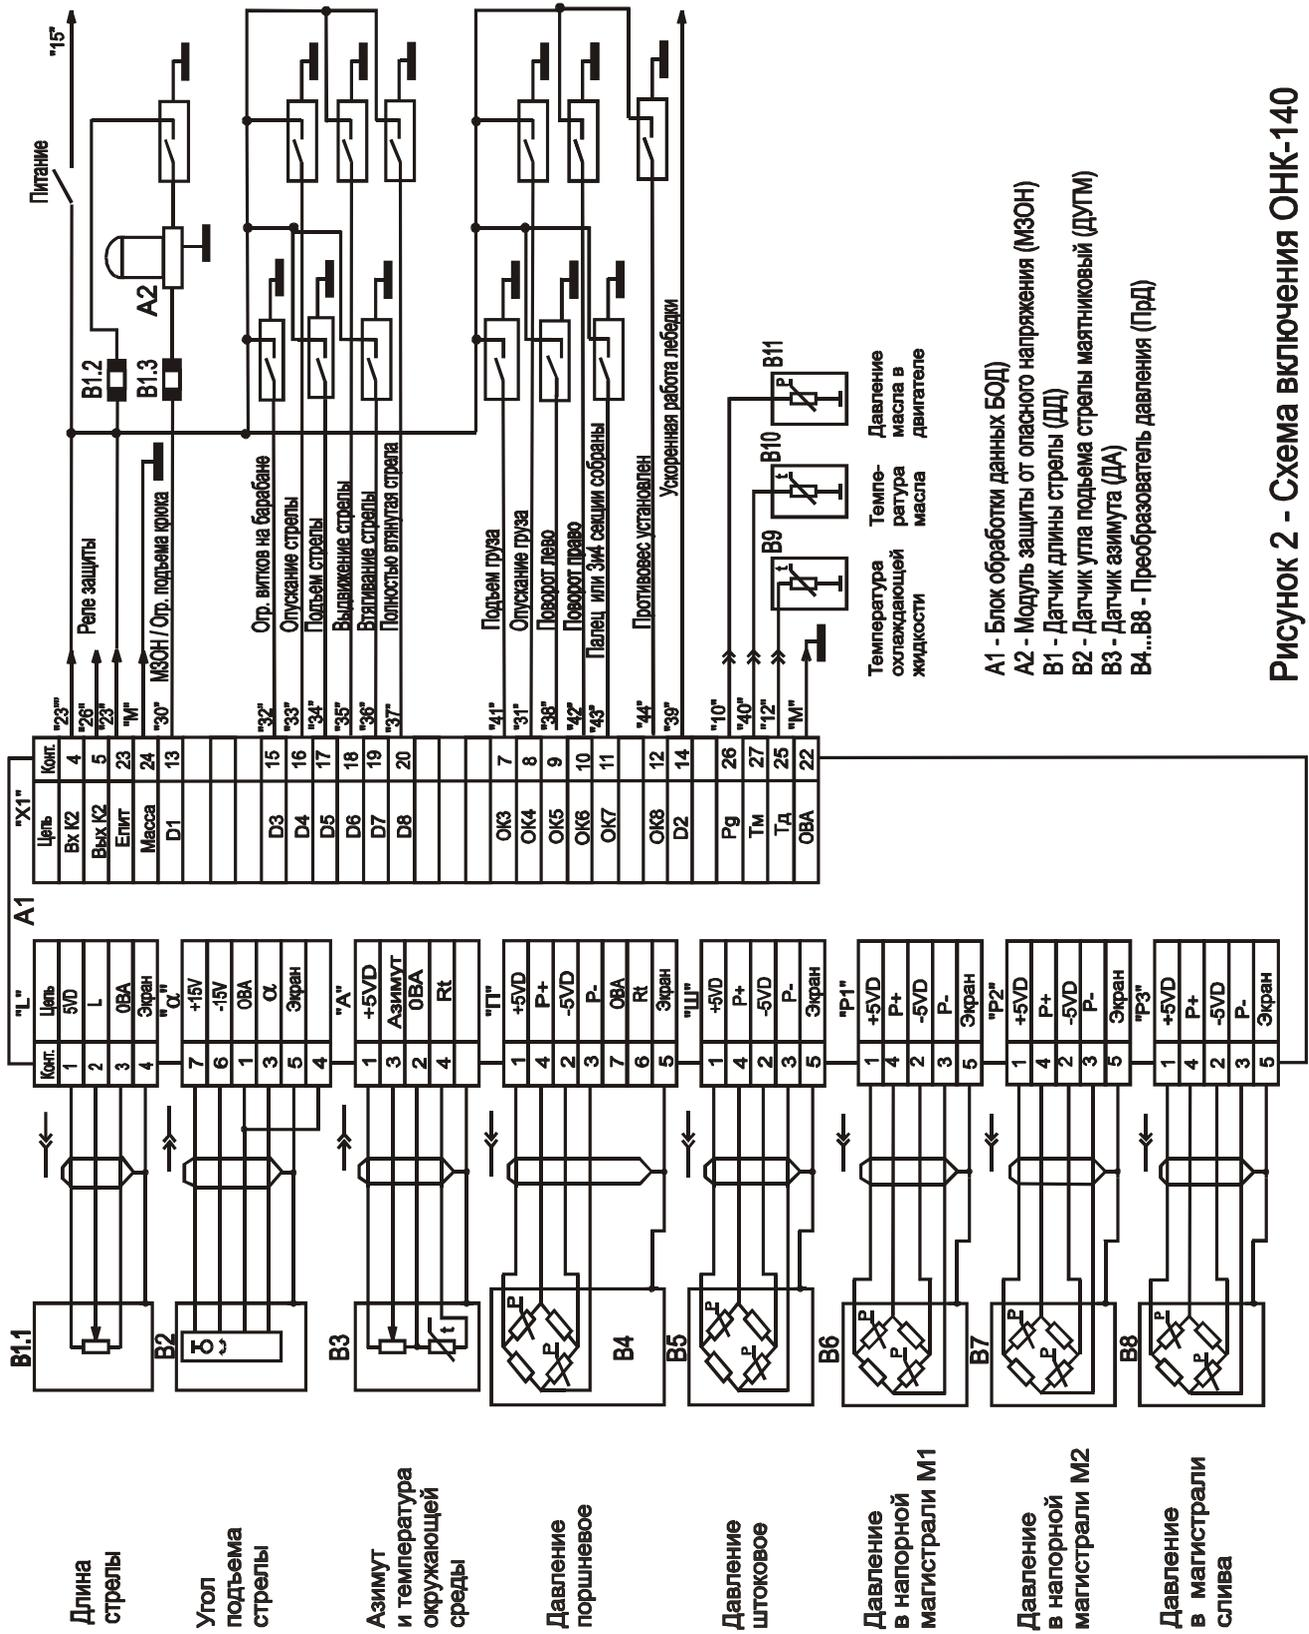

Рисунок 2 - Схема включения ОНК-140
1.4.2 ОНК подключается к системе управления крана (см. рисунок 2) посредством разъемов: через разъем X1 БОДа проходят цепи управления исполнительными механизмами, цепи питания изделия, сигналы с концевых выключателей, связанных с ручками управления крана; датчики подключаются к прибору через индивидуальные разъемы.